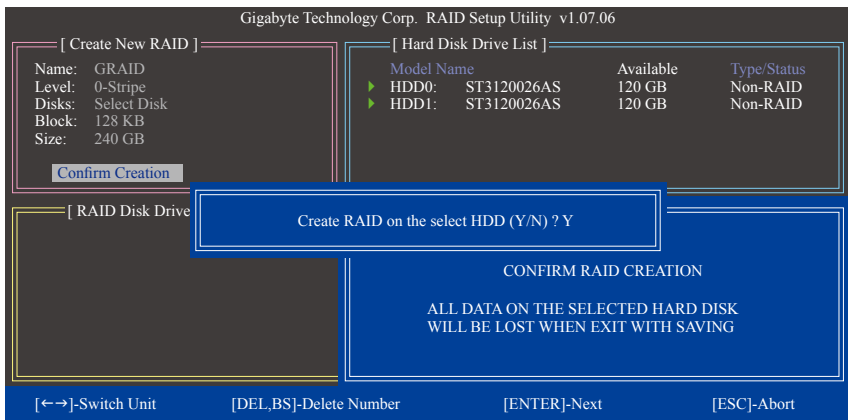

图7
6. 确认建立磁盘阵列(Confirm Creation): 完成以上设置后光标将自动跳至「Confirm Creation」项目, 请按<Enter>键, 当确认信息出现时, 确定制作磁盘阵列请按<Y>, 取消请按<N>(图7)。